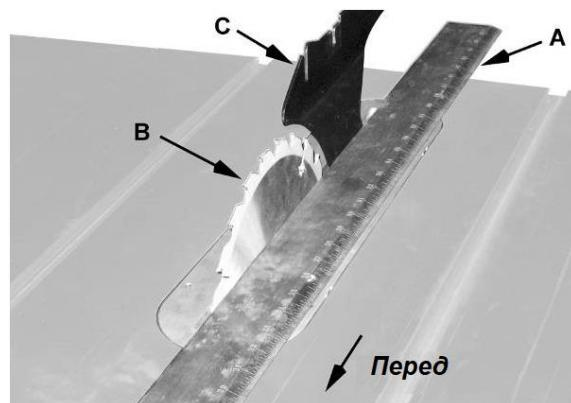

Рис. 13
- Положите поверочную линейку (A, Рис. 13) на стол вплотную к пильному диску (B, Рис. 13) и расклинивающему ножу (C, Рис. 13). Проверните диск, чтобы кончик его зуба касался поверочной линейки.